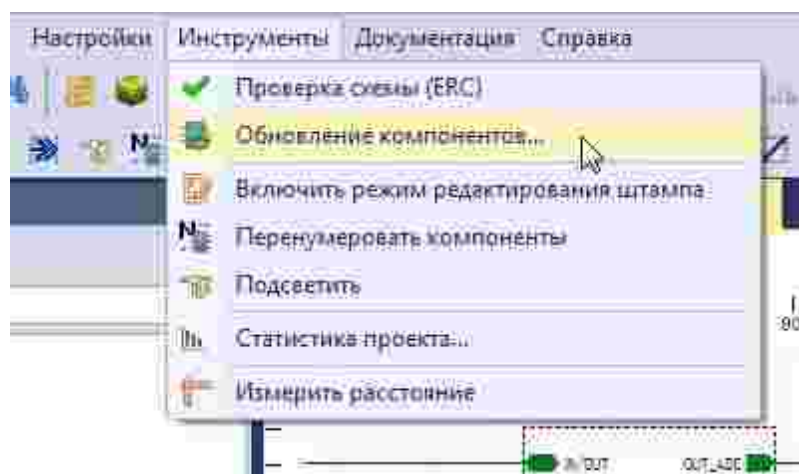

Рис. 275 Синхронизация схемы и платы через запуск обновления компонентов
2. Запустить обновление компонентов, которое может быть вызвано из главного меню -> раздел «Инструменты» -> пункт «Обновление компонентов...», см. Рис. 275.